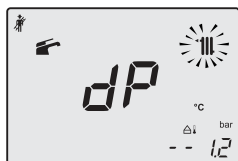

Figura 9.24
- Volviendo a pulsar el botón 19 se puede modificar de nuevo la potencia en modalidad deshollinador: el display LCD muestra las letras **dP** alternadas con el valor de temperatura del agua de calefacción (ej. **60**); estamos en la "función deshollinador" a la potencia máxima en agua sanitaria (Figura 9.24).